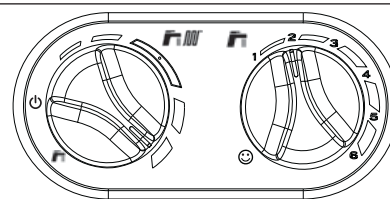

Fig. 4.16
- portare il selettore temperatura acqua riscaldamento al valore massimo (fig. 4.16)